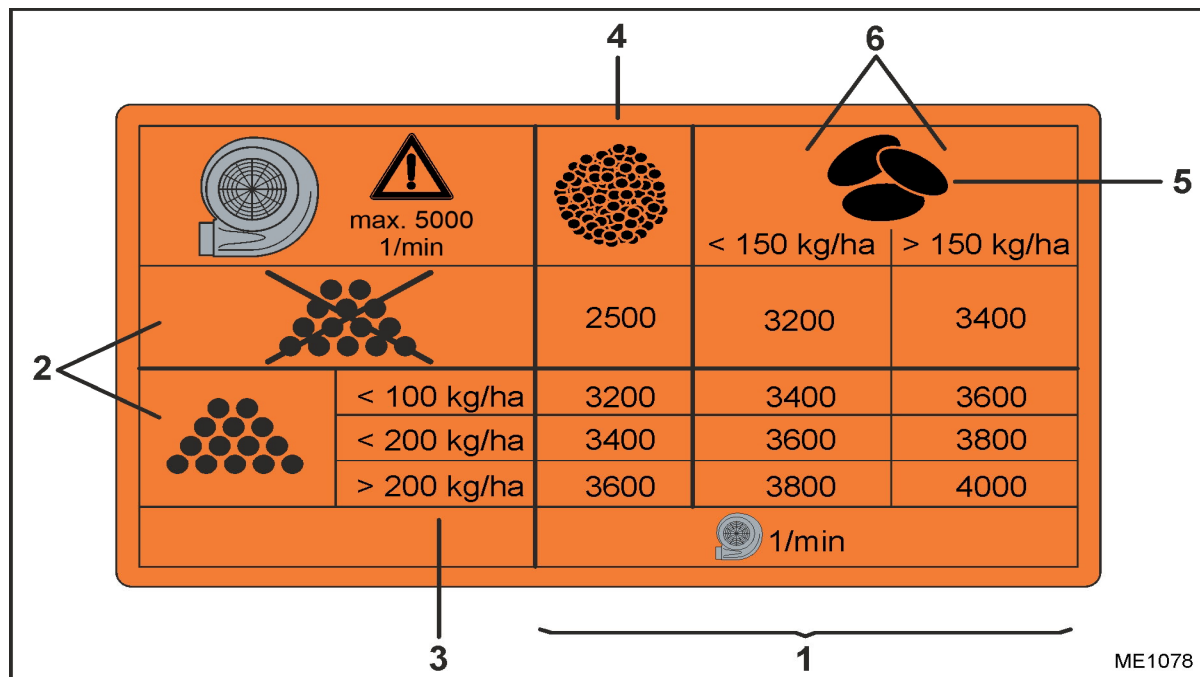

Fig. 74
Die erforderliche Gebläsedrehzahl (Fig. 74/1) ist abhängig
- o mit oder ohne Dünger (Fig. 74/2)
- o von der Dünger-Ausbringmenge (Fig. 74/3)
- o Feinsaatgut (Fig. 74/4), z.B. Raps oder Grassamen
- o Getreide oder Leguminosen (Fig. 74/5) und der Ausbringmenge (Fig. 74/6).
- Dünger-Ausbringmenge: 150 kg/ha (Fig. 74/3)
- Getreide-Ausbringmenge: 130 kg/ha (Fig. 74/6)